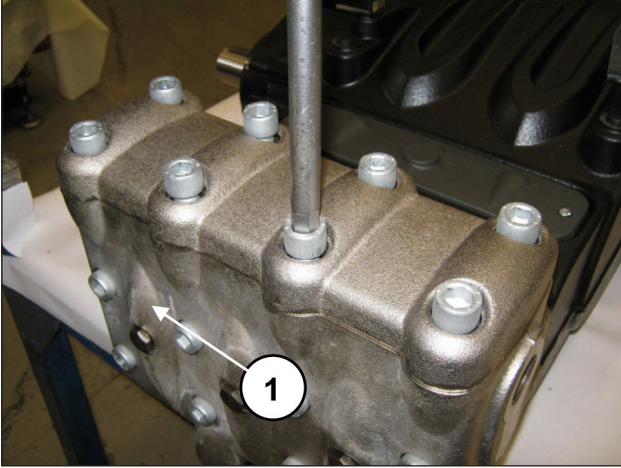
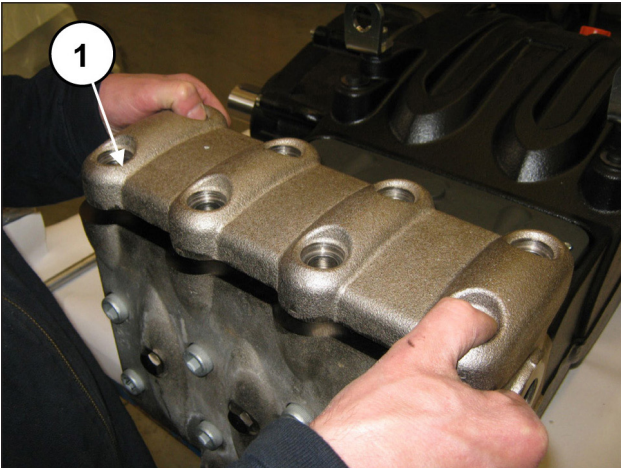

Fig. 94
Fig. 95
Dévisser les 8 vis M16x55 du couvercle des soupapes (rep. ①, Fig. 94) et déposer le couvercle (rep. ①, Fig. 95).